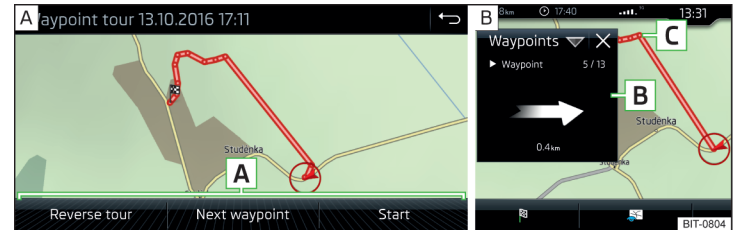

Abb. 249 Anzeige einer Wegpunkt tour / Abfahren einer Wegpunkt tour
- Eines der folgenden Menüs auswählen » Abb. 249 - **A**.
Während des Abfahrens einer Wegpunkt tour erfolgt im Zusatzfenster **Wegpunkt tour** die Anzeige der Richtung sowie des Abstands zum nächsten Wegpunkt, der fortlaufenden Nummer des nächsten Wegpunktes sowie der Gesamtzahl der Wegpunkte **B** » Abb. 249 - **B**.
Die Wegpunkt tour von der Fahrzeugposition zum nächsten Wegpunkt „nimmt“ während der Fahrt sukzessive „ab“ **C** » Abb. 249.
- › Anzeige der Wegpunktstour » Abb. 249 auf Seite 214